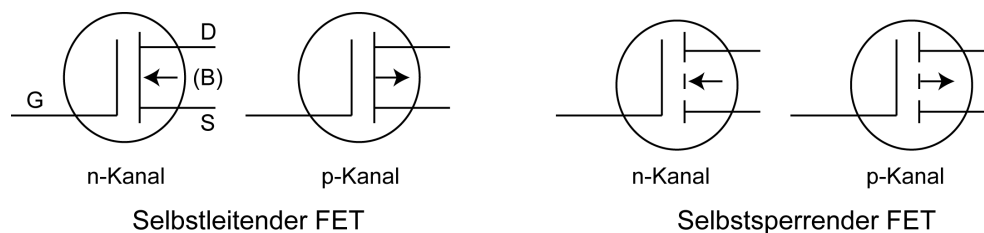

Abbildung 4.10.: Schaltzeichen der Feldeffekttransistoren. G=Gate, D=Drain, S=Source, B=Bulk
*Selbstleitende FET* erhalten bereits bei der Herstellung einen Kanal, der ohne Gate-Ansteuerung leitend ist. Eine Ansteuerungsspannung kann nun bewirken, dass die vorhandenen Ladungsträger aus dem Kanal herausgedrückt werden. Beim selbstleitenden n-Kanal-FET wird durch eine negative Gate-Spannung die Leitfähigkeit verkleinert. (und durch eine positive noch klein wenig vergrößert) Beim p-Kanal-FET ist es gerade umgekehrt. Andere Bezeichnungen für den selbstleitenden FET sind *Verarmungstyp*, *depletion-type*, *normally-on*. Die Schaltzeichen der FETs sind in Abb. 4.10 gezeigt. Die Kreise entfallen, wenn der FET kein eigenes Gehäuse hat, sondern Teil einer integrierten Schaltung ist. Bulk wird oft mit Drain oder Source verbunden.